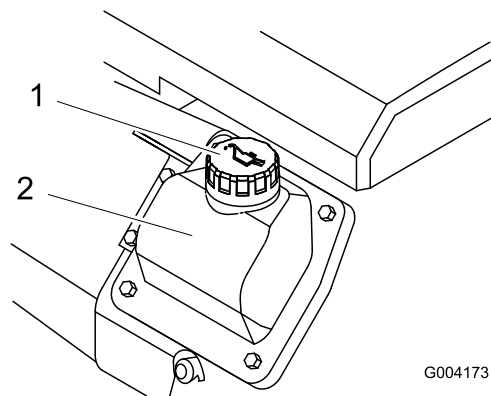

Figura 11
8. Si el nivel de aceite es bajo, limpie alrededor del tapón de llenado y retire el tapón (Figura 11).